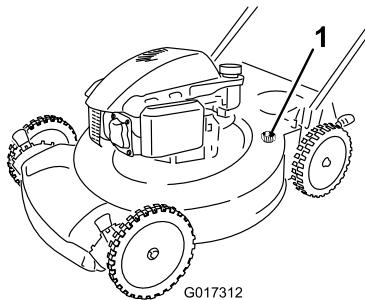

Figura 30
4. Conecte una manguera de jardín que esté conectada a un grifo al orificio de lavado de la carcasa de la máquina (Figura 30).